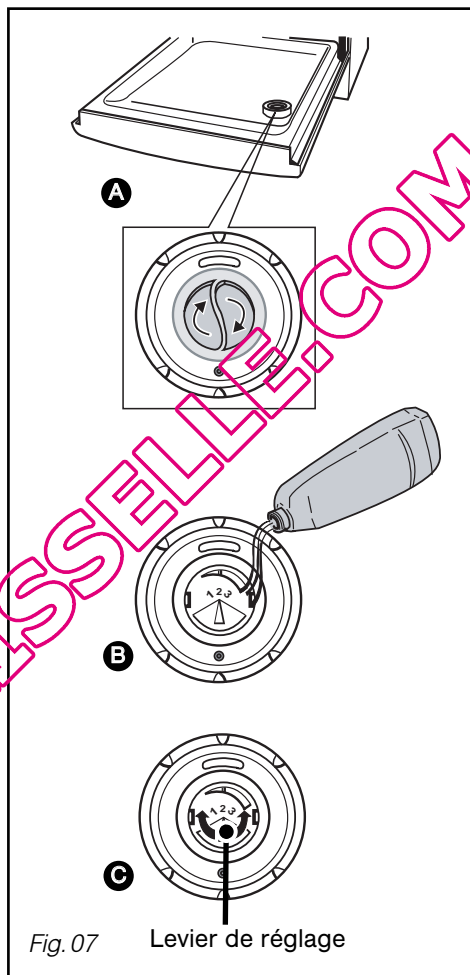

Fig. 07 Levier de réglage
• Le produit de rinçage (Fig. 07)
Après quelques cycles et en cas de mauvais séchage ou de traces, nous vous conseillons d'augmenter le réglage en tournant le levier (fig 07 **C**) sur la position 3.